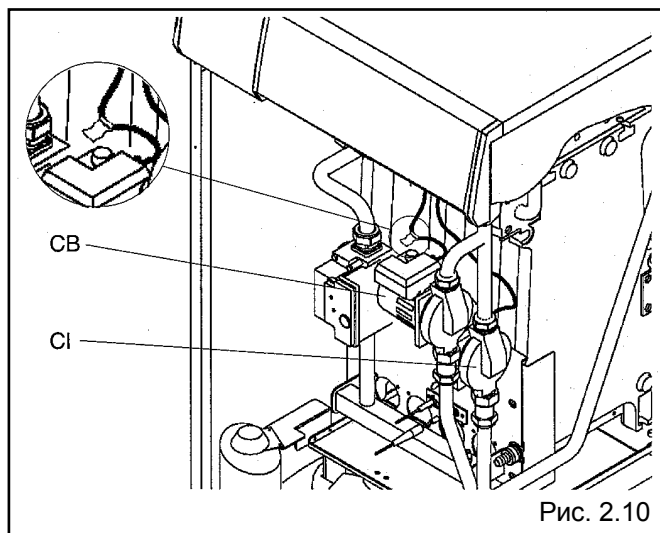

Рис. 2.10
- из двух проводов, выходящих из пульта управления, тот, что помечен этикеткой, подсоедините к насосу контура горячего водоснабжения (CB), а другой — к насосу контура отопления (CI), как показано на рис. 2.10.